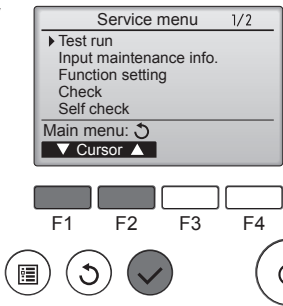

Рис. 7-1
- Выберите режим "Test run" (Пробный пуск) в Сервисном меню и нажмите кнопку [ВЫБОР]. (Рис. 7-1)